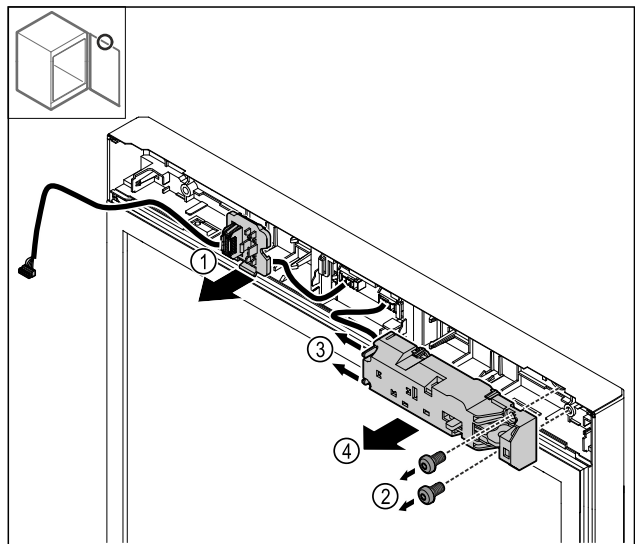

Fig. 23
- Disinnestare il supporto della spina Fig. 23 (1).
- Rimuovere le viti Fig. 23 (2).
- Spingere sul lato i nasi di arresto Fig. 23 (3) e rimuovere la serratura elettrica Fig. 23 (4).